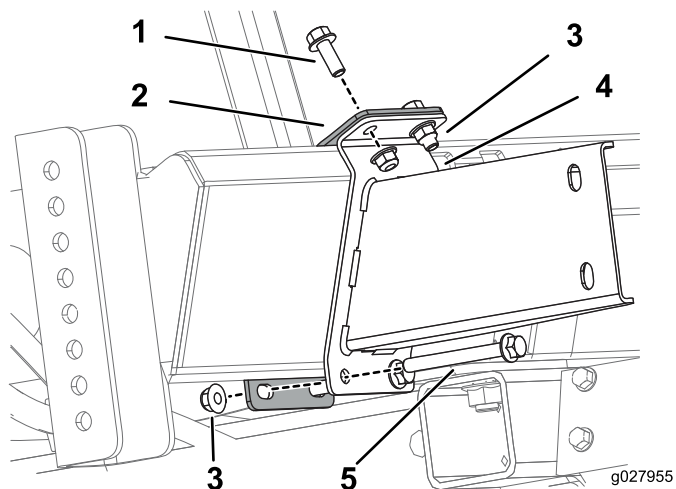

Figura 4
3. Montate la staffa inferiore e la staffa di supporto inferiore al telaio servendovi di 2 bulloni (3/8-16 poll.), 2 bulloni (3/8-16 x 3 1/2 poll.) e 4 dadi flangiati (3/8-16 poll.) come illustrato in Figura 4.